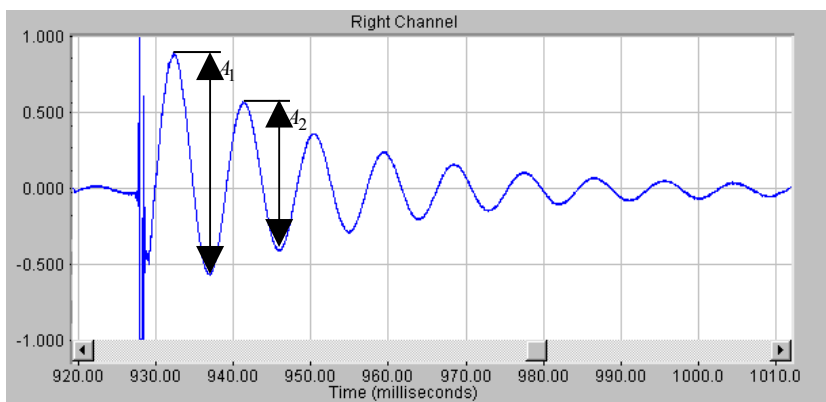

Рис.3.7.. Измерение добротности головки громкоговорителя по переходной характеристике
- Скопируйте осциллограмму переходного процесса головки громкоговорителя (рис.3.7.) в файл вашего отчета.